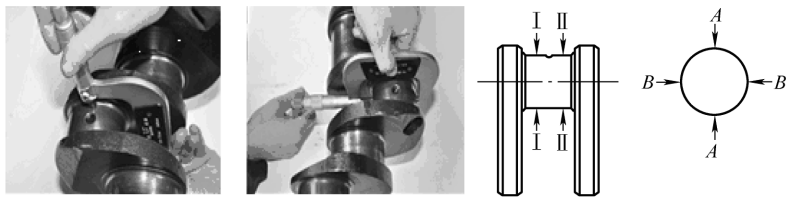

图 2-11 连杆轴颈测量
1) 用外径千分尺测量连杆轴颈尺寸。在油道孔与两边曲柄的中间位置 (图 2-11 位置 I 和位置 II) 进行测量, 两个平面 A 向和 B 向各测得一个尺寸。这样每个轴颈得到 4 个测量值。